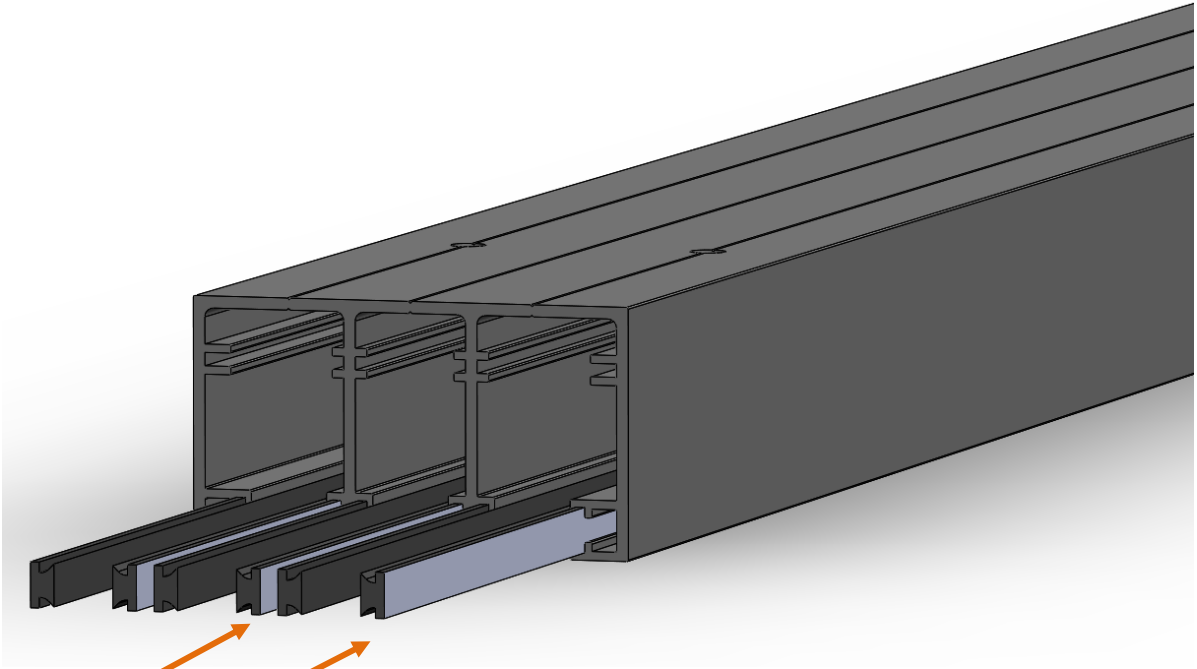

Figura 16
- Insertar el cepillo de 7x6 mm en cada una de las ranuras existentes en el Carril Corredera Superior (Figura 16). Cortar el cepillo para que quede a ras del carril y fijar adhesivo.